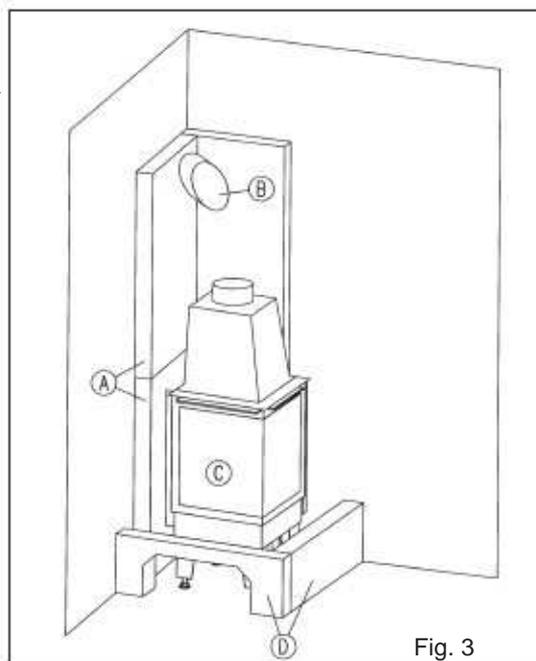

Fig. 3
5.2. Aligner la base verticalement et horizontalement avec un niveau à bulle (Fig. 3).